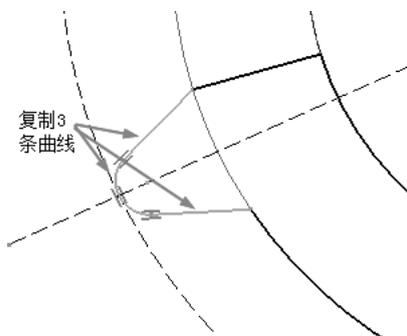

图 5-141
- 选取如图 5-141 所示的 3 条曲线, 并单击“变换”工具条上的“旋转”按钮, 弹出“旋转定义”对话框。